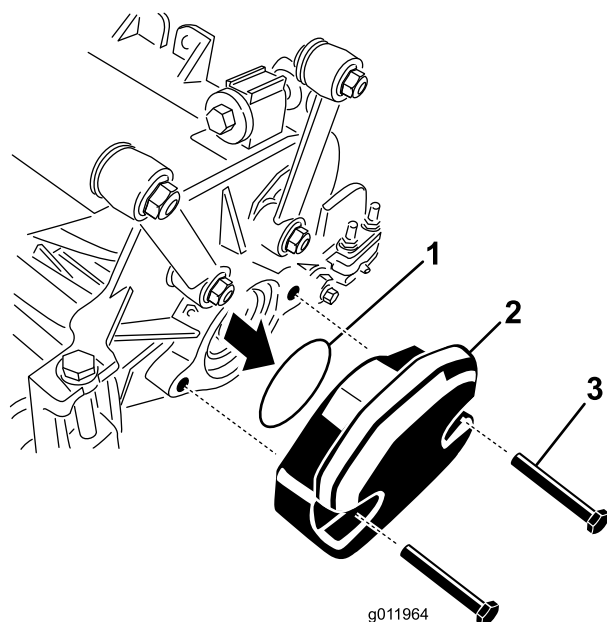

Figure 22
2. Retirez la masse et le joint torique (Figure 22) de l'extrémité intérieure de l'unité de coupe droite.